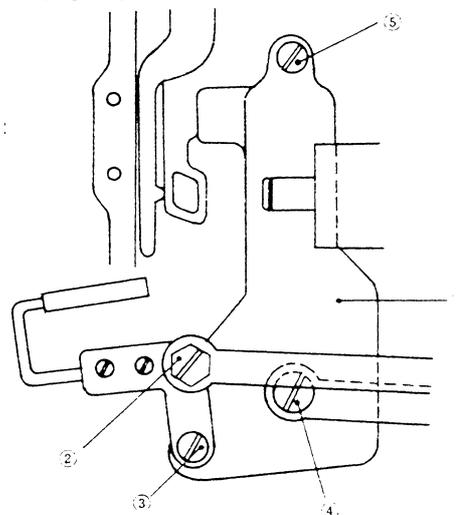

Fig. 33
Quite la base de montaje de la cuchilla conforme a la siguiente secuencia: ① (Fig. 33).
- 2) Afloje el tornillo de la bisagra ② (Fig. 33), y quite el tornillo de la bisagra ③ (Fig. 33).
- 3) Quite los tornillos de la bisagra ④ (Fig. 33) y ⑤ (Fig. 33). Hecho esto, se puede quitar la base de montaje de la cuchilla.